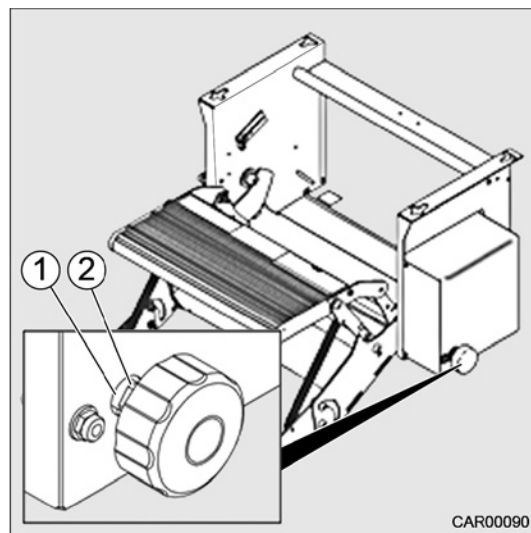

Fig. 20 Déverrouillage de secours
1. Visser l'écrou hexagonal (Fig. 20/2) contre l'écarteur (Fig. 20/1) jusqu'à ce que la marche bloquée soit déverrouillée.